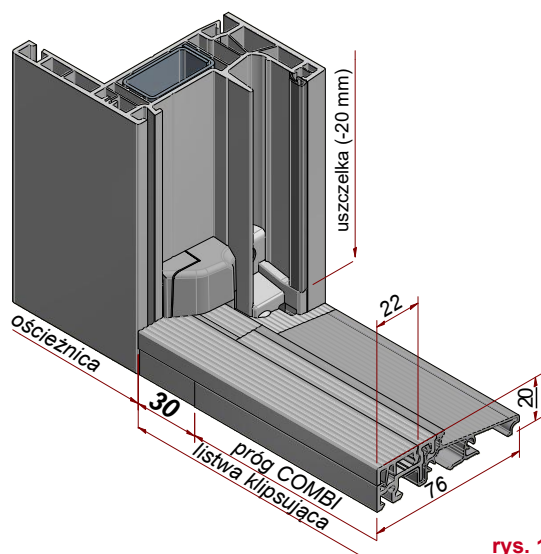

rys. 8
6. Z łącznika GG-SA2076-22 z progiem GG-TS57622-24 (listwa klipsująca FL24 mm) należy usunąć oznaczoną krawędź 2 mm. (rys. 8)
- **Zaczepty antywłamaniowe** w progu zamocuj zgodnie z technologią producenta okuć. Koniecznie wykorzystaj narożnik dolny z długim bolcem w oknach balkonowych (dedykowane do luzu wrębu okuciowego 18 mm. (rys. 8)